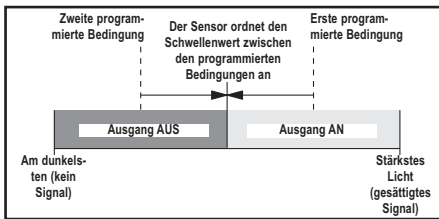

Abbildung 3. Statische TEACH-Programmierung (Hellschaltung dargestellt)
- Setzt eine einzelne Schaltschwelle (Schaltpunkt) an der optimalen Position zwischen den zwei eingelernten Zuständen mit dem Ausgangs-AN-Zustand auf der einen und dem Ausgangs-AUS-Zustand auf der anderen Seite (siehe Abbildung 3)